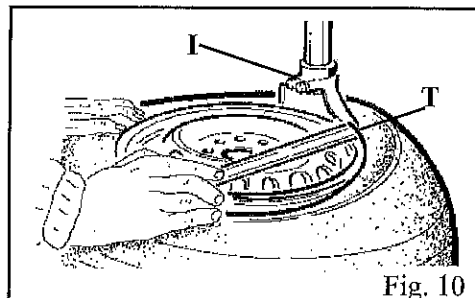

Fig. 10
- Abbassare il braccio operante (M) sino ad appoggiare l'utensile integrale (I) sul bordo del cerchio e bloccarlo con la leva (K). In questo modo abbiamo bloccato il braccio in senso verticale. Ora occorre allontanare manualmente la torretta dal cerchio (circa 2 mm.), agendo sul volantino posto nella parte sinistra del palo orizzontale.
- Con l'aiuto della leva (T), infilata fra tallone e la parte anteriore della torretta integrale (I), portare il tallone del pneumatico sopra la torretta stessa (Fig. 10) **N.B.** per evitare di danneggiare l'eventuale camera d'aria, è consigliabile fare questa operazione con la valvola circa 10 cm. a destra della torretta
- Mantenendo la leva in questa posizione, far ruotare il piatto (Y) in senso orario tenendo premuto il pedale (Z) fino alla completa fuoriuscita del pneumatico dal cerchio.
•With the lever (T) inserted between the bead and the front section of the mounting head (I), move the tyre bead over the mounting head (Fig. 10). **Note:** In order to avoid damaging the inner tube, if there is one, it is advisable to carry out this operation with the valve about 10 cm to the right of the mounting head.
•With the lever held in this position, rotate the turntable (Y) in a clockwise direction by pressing down on pedal (Z) until the tyre is completely separated from the wheel rim.
•Avec le levier (T) enfilé entre le talon et la partie avant de la tête (I), porter le talon du pneu au-dessus de la tête (fig. 10).
•En tenant le levier dans cette position, faire tourner le plateau (Y) dans le sens horaire en appuyant sur la pédale (Z) jusqu'à ce que le pneu sorte complètement de la jante.
-Mit Hilfe des Hebels (T), der zwischen den Reifenwulst und den vorderen Teil des Montierfußes (I) eingeführt wurde, wird der Wulst nun über den Montierfuß transportiert (Abb. 10). **WICHTIG:** Falls ein Schlauch vorhanden ist, wird empfohlen, bei dieser Operation zu dessen Schutz des Ventil zirka 10 cm rechts vom Montierfuß zu halten.
-Hebel in dieser Position halten, durch konstanten Pedaldruck (Z) Zentriertisch (Y) im Uhrzeigersinn drehen lassen, bis der Reifen komplett aus der Felge hervorgetreten ist.